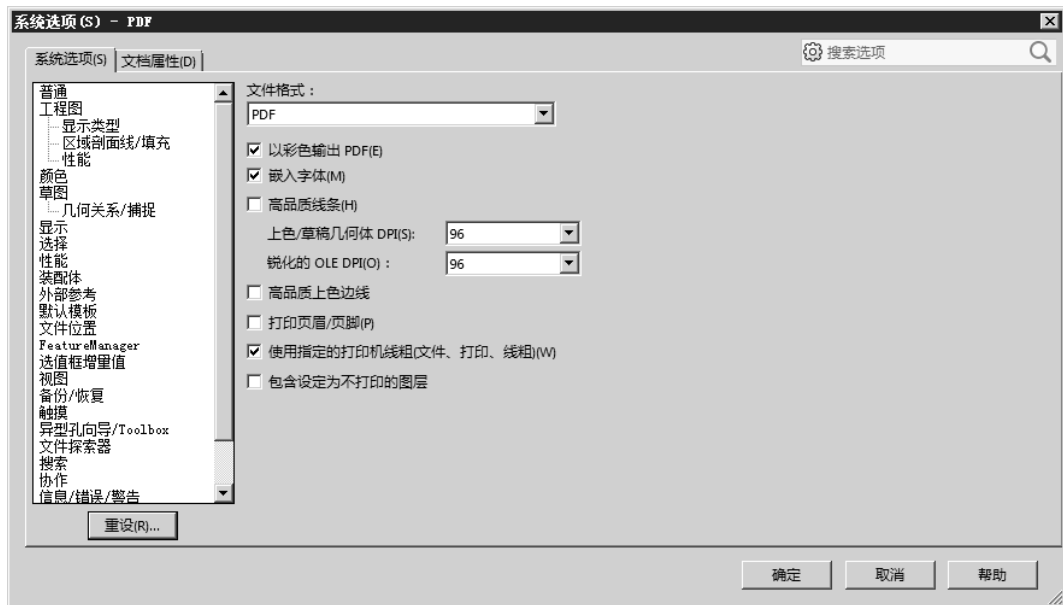

图 11.3.8 “系统选项”对话框
Step4. 输出设置。在“另存为”对话框中单击按钮，系统弹出图 11.3.8 所示的“系统选项”对话框。
Step5. 在对话框的选项卡中选取选项，并添加图 11.3.8 所示的设置。